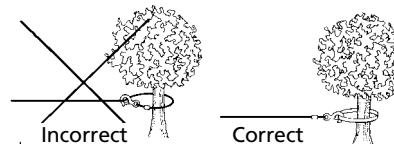

Figure 4
9. **N'ACCROCHEZ JAMAIS LE CÂBLE SUR LUI-MÊME,** car cela pourrait endommager le câble. Utilisez une élingue en nylon (Fig. 4).